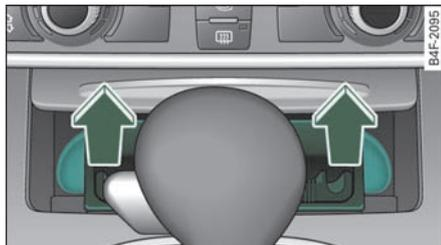

图 166 取出烟灰缸内芯
- 要想够到应急解锁装置, 请取出烟灰缸内芯 =>图 166。这时可看到一个小盖罩。